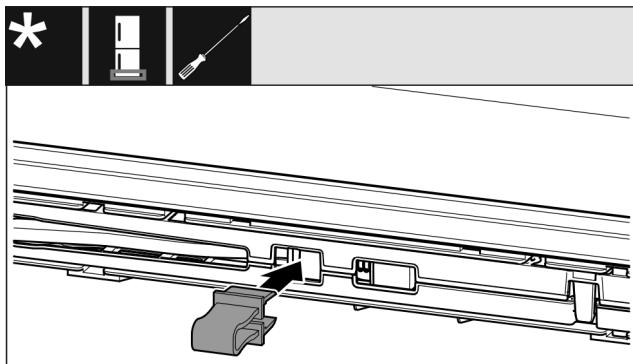

Fig. 15
- Sicherung in Öffnung einrasten Fig. 15 0.